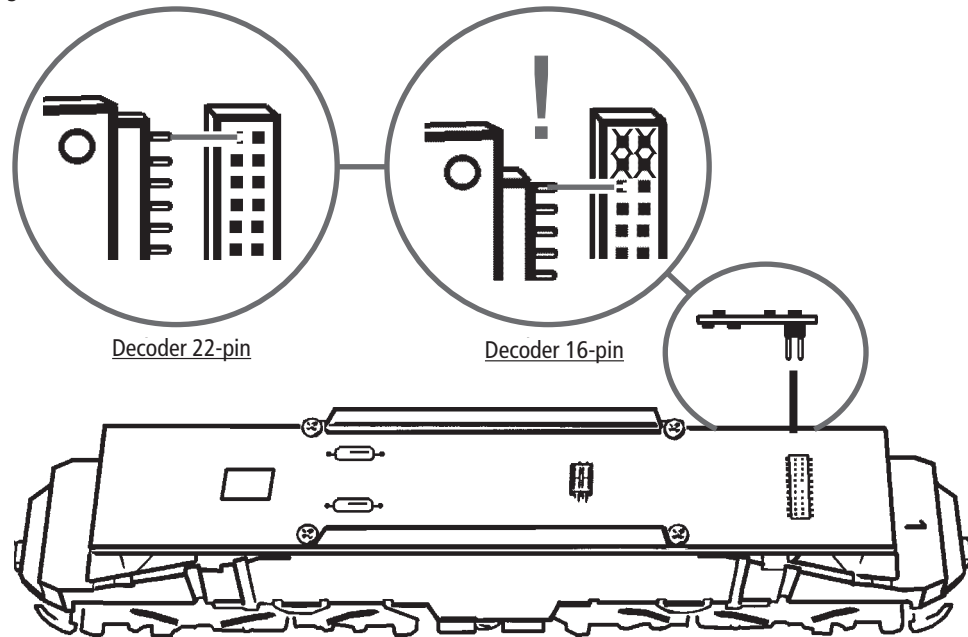

Fig. 11
Schleiferwechsel: siehe Fig. 11
A.C. pick up: see fig. 11
Remplacement courant alternatif: voir fig. 11